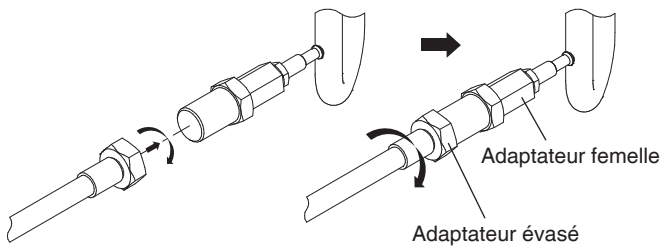

Figure 6
5. Installez l'ensemble du tube de cuivre sur l'adaptateur. (Figure 6)